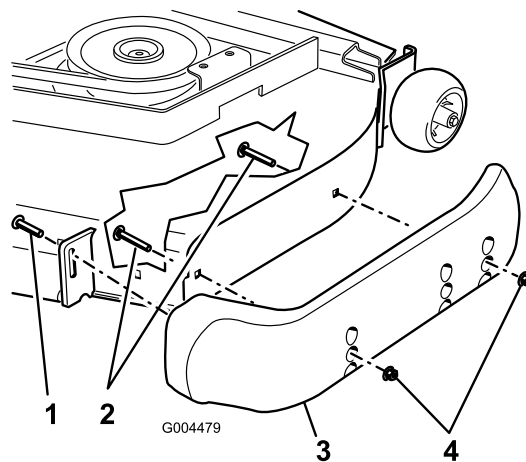

Figura 7
3. Desaperte o parafuso na frente de cada dispositivo anti-danos. Há 2 patins nos cortadores Guardian e 1 patim nos cortadores de descarga lateral (Figura 7).